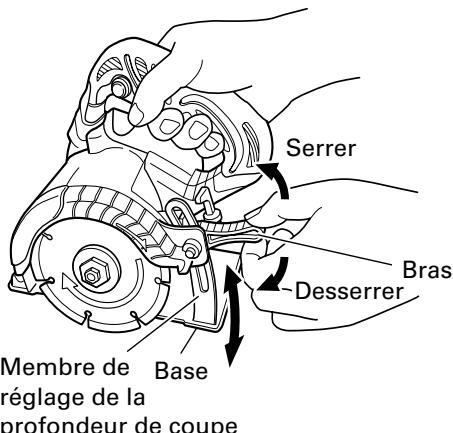

Fig. 2
7. Réglage de la profondeur de coupe (Fig. 2)